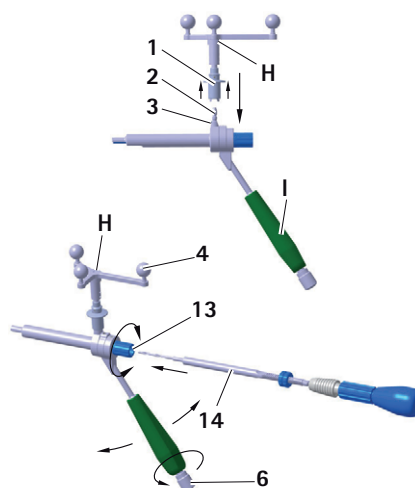

Fig. 10 Montaje de la unidad con estrella de Aesculap en el casquillo guía para tornillos de vástago liso S⁴C
- Para asegurarse de que la cámara tenga una vista sin restricciones de las esferas marcadoras reflectantes, aflojar la manija 6 del mango S⁴C del casquillo guía S⁴C I y girar la unidad con estrella de Aesculap H hasta la posición deseada, ver Fig. 10.